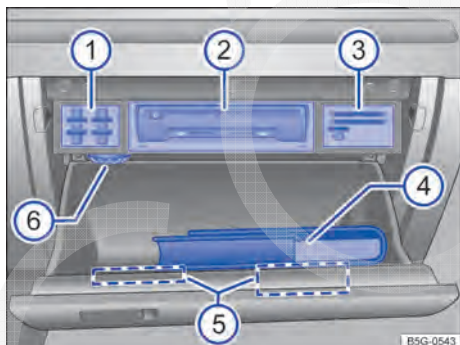

Fig. 165 Porta-luvas aberto.
Dependendo da versão pode se encontrar na área superior do porta-objetos um compartimento para literatura de bordo → Fig. 165 ④.
Legenda para Fig. 165: